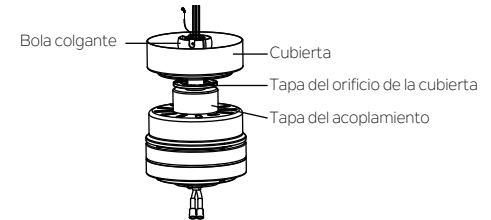

Fig. 8
**Paso 4.** Deslice la tapa del acoplamiento, la tapa del orificio de la cubierta y la cubierta sobre el vástago de extensión. Con cuidado vuelva a instalar la bola colgante sobre el vástago de extensión. Asegúrese de que el pasador transversal esté en posición correcta y que el tornillo de presión esté ajustado y los cables no estén retorcidos. (Fig. 8)